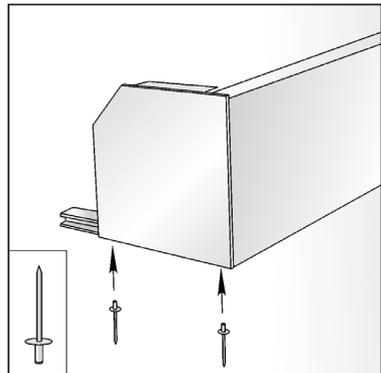

Abb. 22
- g) Positionieren Sie Aluminiumniete $\varnothing 4 \times 10$ in den Löchern und vernieten Sie den hinteren Deckel des Rollladenkastens mit den Deckeln (Abb. 22).